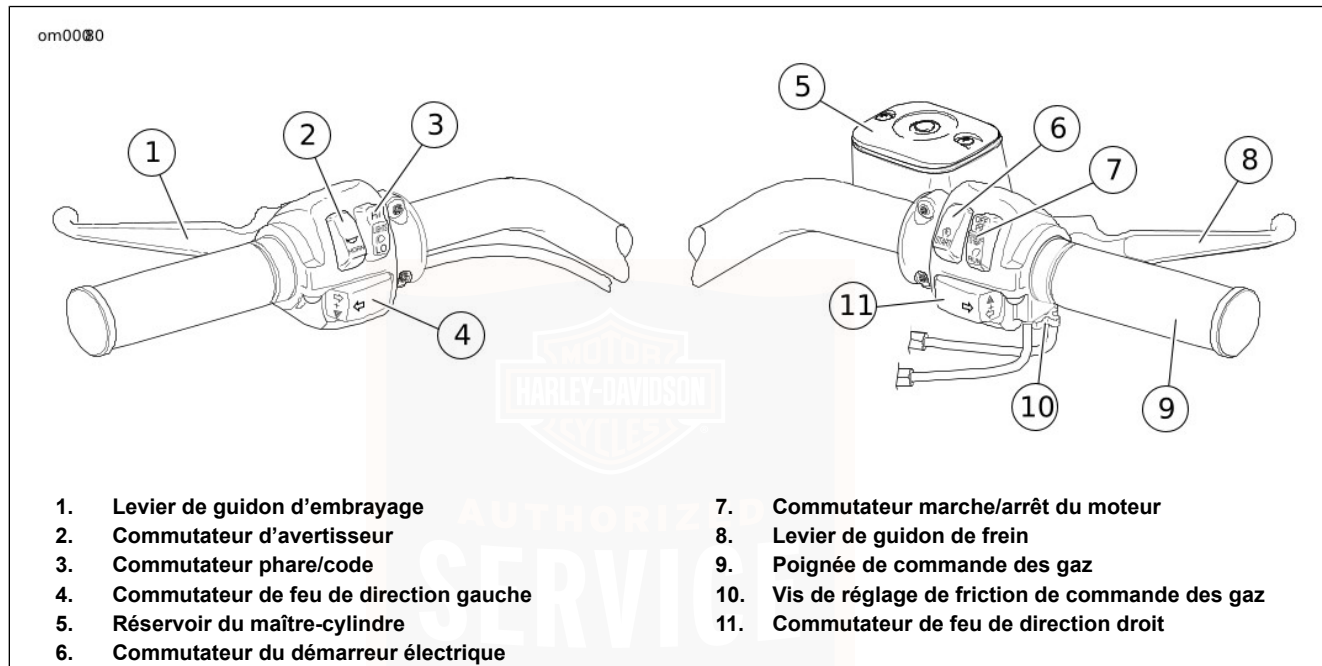

Figure 6. Commandes de guidon
Voir Figure 6. Le commutateur du démarreur électrique se trouve sur les commandes de droite du guidon. Voir FONCTIONNEMENT > DÉMARRAGE DU MOTEUR : MODÈLES SPORTSTER (Page 80) pour les procédures de fonctionnement détaillées.
Voir Figure 6. Le commutateur marche/arrêt du moteur (7) met le contact en MARCHE ou à l'ARRÊT. Le commutateur marche/arrêt du moteur se trouve sur la commande de droite du guidon. Appuyer sur la partie supérieure du commutateur
Voir Figure 6. La poignée de commande des gaz (9) est située parmi les commandes sur la droite du guidon et actionnée avec la main droite.
Voir Figure 6. Le levier de guidon d'embrayage (1) se trouve sur la gauche du guidon où il est activé avec les doigts de la main gauche.
Voir Figure 6. L'avertisseur sonore est actionné en appuyant sur le commutateur d'avertisseur (2) situé sur le groupe de commandes de gauche du guidon.
Voir Figure 6. Le commutateur phare/code (3) se trouve sur la gauche du guidon. Le commutateur possède deux positions pour allumer le feu de route ou le code.
Voir Figure 6. Chaque commande de guidon contient un commutateur de feu de direction.